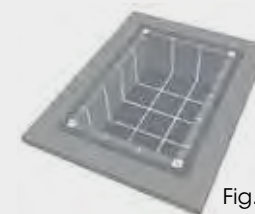

Fig. 4
- 5 Las líneas se hacen cuadrar por el fondo. De esta forma el vaso quedará reticulado y será una guía perfecta para la colocación de la cerámica. Fig. 4
- 5 Crisscross the lines on the tank bottom. The tank will therefore form a grid pattern and serve as a perfect guide for laying the ceramic pieces. Fig. 4
- 5 Au fond, les lignes se croisent dans un quadrillage qui fera un guide parfait pour la pose de la céramique. Fig. 4